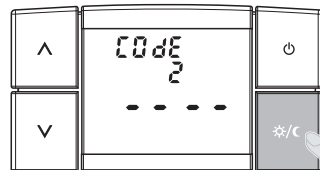

fig. 48
- Lorsque l'écran affiche l'inscription « **Code 2** » insérer comme mot de passe 4 tirets (----) et confirmer chaque « tiret » en appuyant sur la touche ☀/☾ (fig. 48/49).